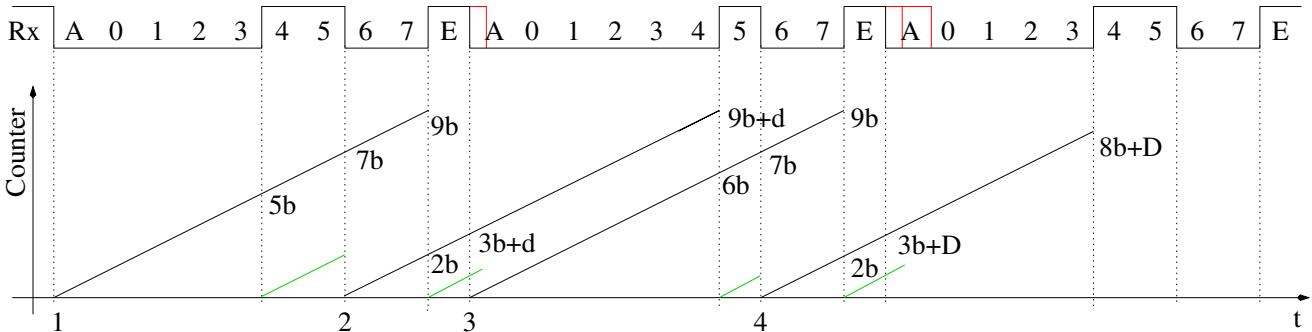

Abbildung 3.8. Mögliche Zeitmessungen für die STK\_GET\_SYNC Bitfolge
Wenn für die Erzeugung des Bootloaders eine Baudrate unter 100Baud angegeben wird, wird die Baudrate aus dem ersten empfangenen Zeichen automatisch ermittelt. Zum Beginn einer Übertragung mit dem STK500 Protokoll sendet der Rechner das Kommando STK\_GET\_SYNC (0x30) gefolgt vom Steuerzeichen CRC\_EOP (0x20). Bei der seriellen Übertragung ist als Ruhezustand der High-Pegel (1) verabredet. Die Übertragung beginnt dann mit einem Start-Bit auf Low-Pegel (0). Unmittelbar darauf wird die verabredete Zahl der Datenbits (8) beginnend mit dem niederwertigsten Bit übertragen und dann die Übertragung mit einem oder mehreren Stoppbit (1) abgeschlossen. Der Pegel jedes einzelnen Bits wird für die verabredete Baud-Zeit beibehalten. Unmittelbar nach dem Ende der Stoppbit Übertragung kann das nächste Start-Bit folgen. Es kann aber auch eine Pause mit nicht definierter Zeit bis zur Übertragung der nächsten Bitfolge auf das Stoppbit folgen. In der Abbildung 3.8 ist das erwartete Ergebnis für die möglichen Zeitmessungen dargestellt. Auf der Zeitachse „t“ sind vier mögliche Startpositionen für eine vollständige Zeitmessung dargestellt. Der Counter wird jeweils bei einer erkannten 1 - 0 Flanke gestartet. Die richtige Startposition für das STK\_GET\_SYNC Zeichen ist mit der „1“ markiert. Die Marken „2“, „3“ und „4“ zeigen die Situation für drei falsche Startpositionen. Bei der Marke „2“ und „4“ wird fälschlicherweise eine 1-0 Flanke in der Datenübertragung als Start-Bit angenommen. Bei der Marke „3“ wird zwar ein Start-Bit richtig erkannt, es ist aber das falsche Zeichen (CRC\_EOP). Es können immer dann die falschen Start-Bits erkannt werden, wenn der Bootloader erst gestartet wird, wenn die Datenübertragung schon läuft. In der Abbildung 3.8 sind die erwarteten Zählerstände für die 4 möglichen Startfälle angegeben. Dabei bedeutet das „b“ den Zählerstand für ein Bit (Baud-Dauer), das „d“ steht für eine mögliche Zeitverzögerung zwischen dem Ende der Stoppbit-Übertragung bis zum Beginn eines neuen Startbits. Das „D“ steht für eine zu erwartende lange Zeitverzögerung bis zum nächsten Startbit. Die Sendesequenz ist hier zu Ende und der Rechner wartet auf eine Antwort des AVR. In der Rx-Reihe sind die Datenbits von „0“ (kleinstes Bit) bis „7“ (höchstes Bit) nummeriert. Das Start-Bit ist mit „A“ und das Stoppbit mit „E“ gekennzeichnet. Das erste Byte ist die Codierung des STK\_GET\_SYNC Kommandos und das zweite Byte die Kodierung des Steuerzeichen CRC\_EOP.